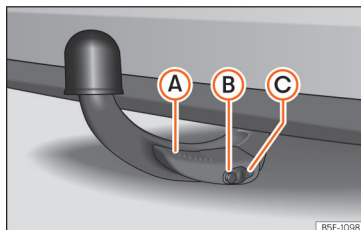

Abb. 258 Ordnungsgemäß befestigter abnehmbarer Kugelkopf
- Der Hebel (A) » Abb. 258 ist vollständig angehoben.
- Der Entriegelungsbolzen (B) » Abb. 258 steht komplett heraus (sein rot-grüner Teil ist sichtbar).
- Die Abdeckung (C) » Abb. 258 sitzt auf dem Schloss.